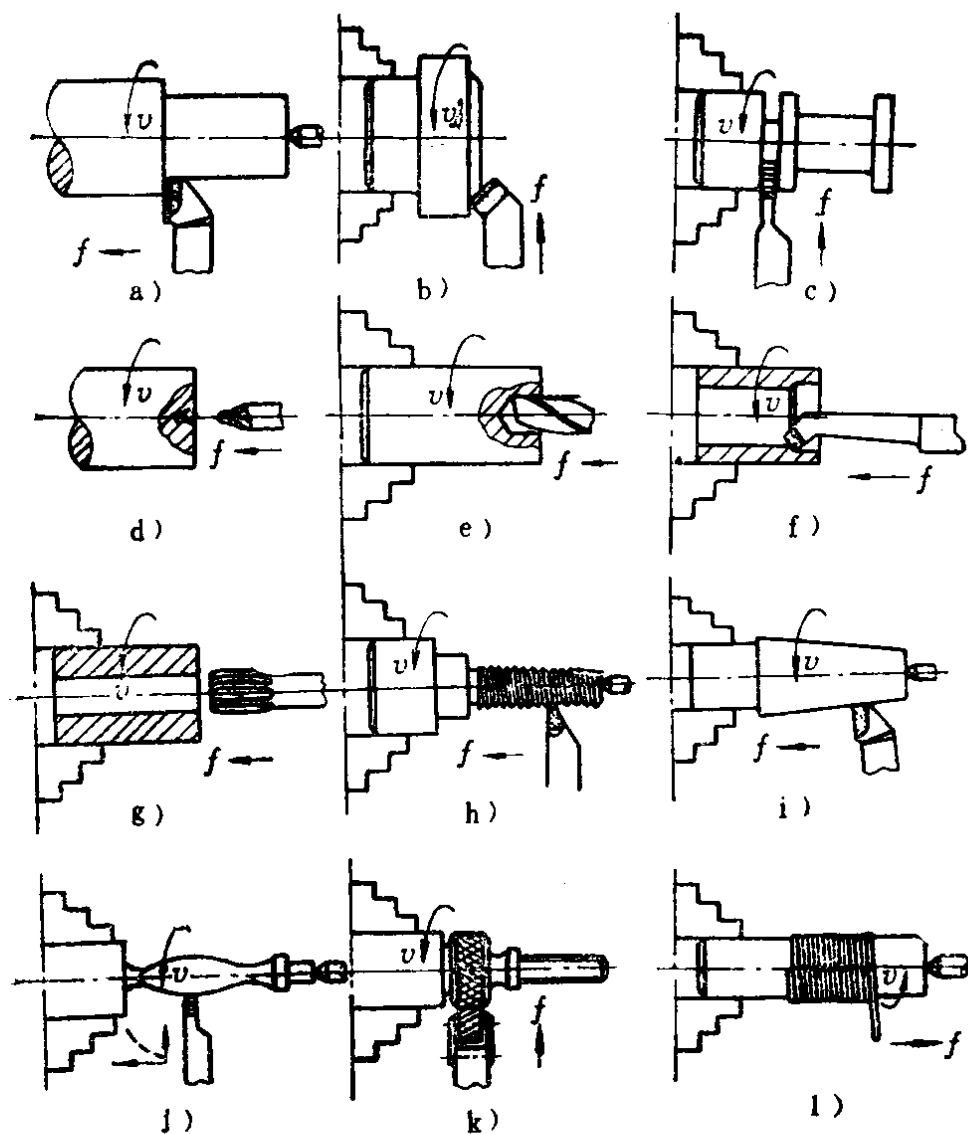

图1-1 车削加工的基本工作内容
车削加工一般是利用工件的旋转运动和车刀的进给运动, 改变毛坯的尺寸和形状, 把它加工成所需要的零件。车削加工的基本工作内容如图1-1所示。
(1) 车外圆, 如图1-1 a 所示。
(2) 车端面, 如图1-1 b 所示。
(3) 车槽(或车断), 如图1-1 c 所示。
(4) 钻中心孔, 如图1-1 d 所示。
(5) 钻孔, 如图1-1 e 所示。
(6) 车内孔, 如图1-1 f 所示。
(7) 铰孔, 如图1-1 g 所示。
(8) 车各种螺纹, 如图1-1 h 所示。
(9) 车削外(或内)圆锥体, 如图1-1 i 所示。
(10) 车特形面, 如图1-1 j 所示。
(11) 滚花, 如图1-1 k 所示。
(12) 盘绕弹簧, 如图1-1 l 所示。